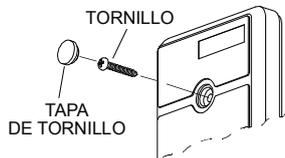

Figura 3. Remoción de la Tapa
A. Extraiga el tornillo que asegura la tapa a la base y retire la tapa tal como lo indica la Figura 3.